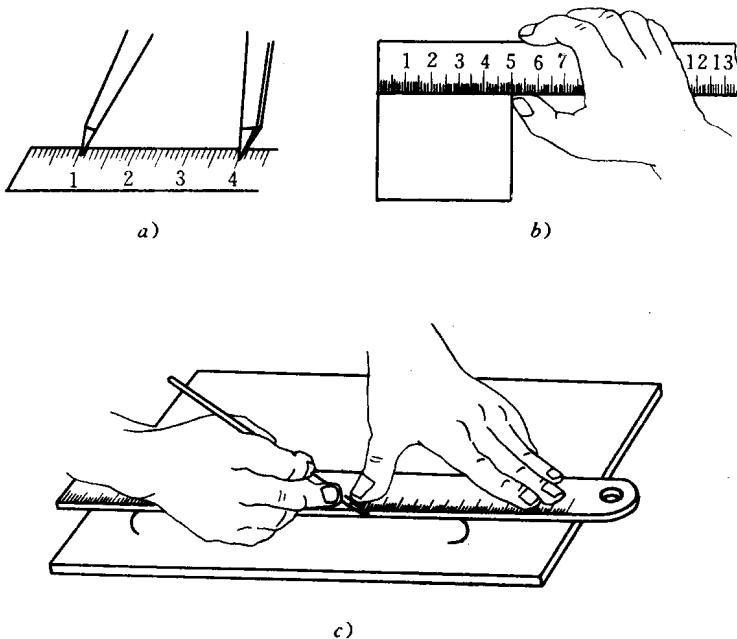

图 2.1 钢直尺的使用
(2) 钢直尺 钢直尺是一种简单的尺寸量具，在尺面上刻有尺寸刻线，最小刻线距为 0.5mm ，它的长度规格有 150mm 、 300mm 、 1000mm 等多种。主要用来量取尺寸、测量工件，也可作划直线时的导向工具（图 2.1）。